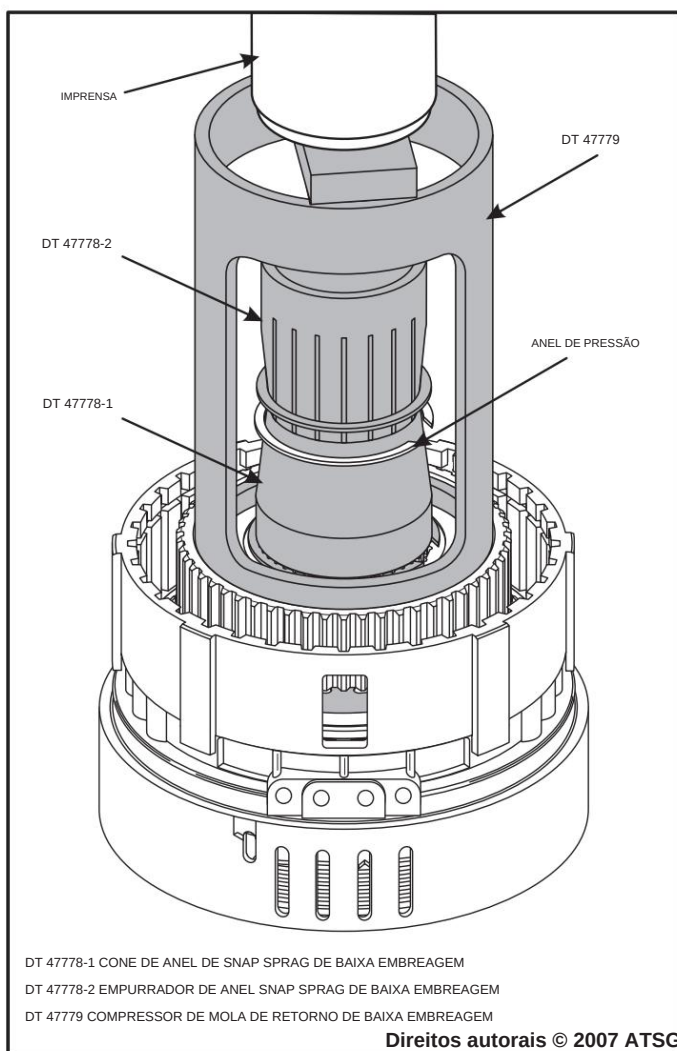

Figura 113
20. Comprima o conjunto da mola inferior usando a ferramenta de compressão DT-47779, conforme mostrado na Figura 113.
21. Instale o **novo** anel elástico de retenção da mola inferior usando a ferramenta de instalação, conforme mostrado na Figura 113.